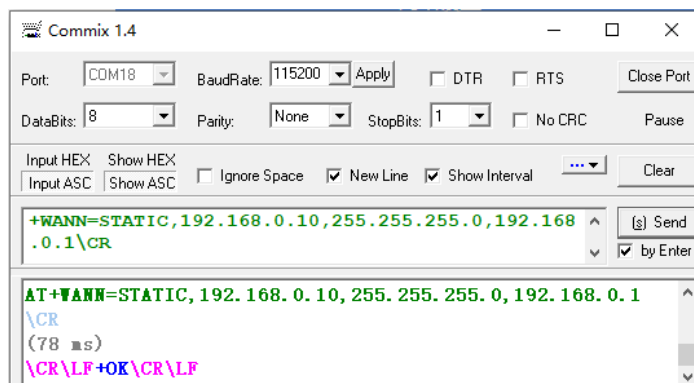

图 10-5 设备网络参数设置界面
- 3) 设置设备网络 IP、子掩码、网关, 如图 10-5 所示, 将 IP 设置为 192.168.0.10;